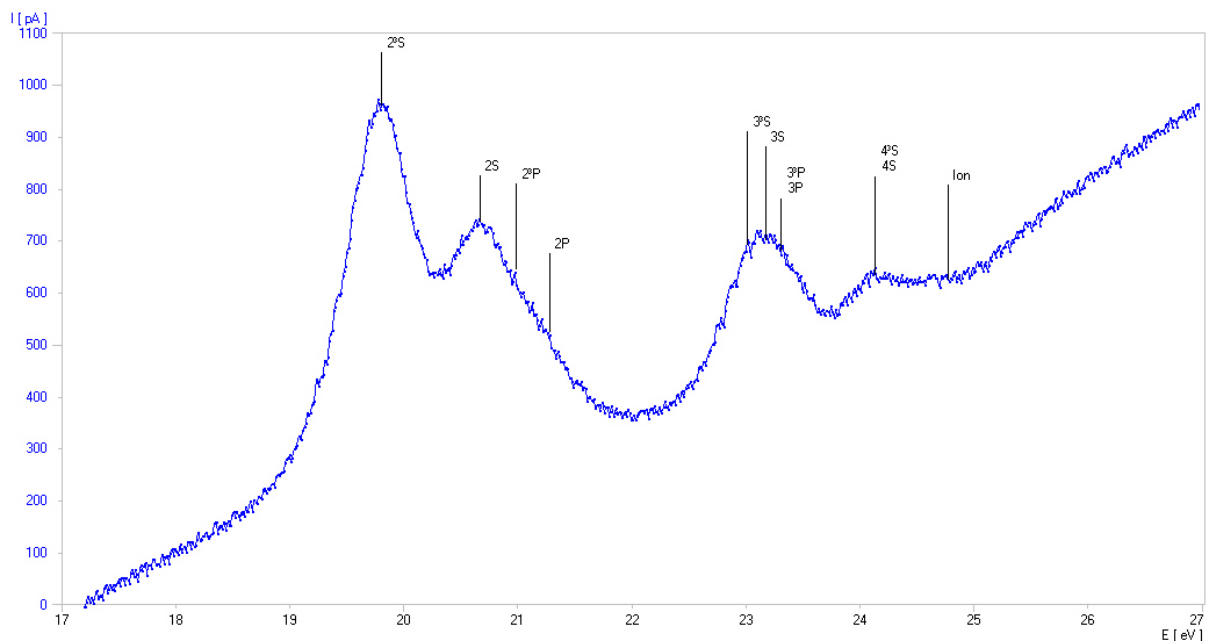

Fig. 3: Détermination des potentiels critiques de l'atome d'hélium (courbe de mesure enregistrée avec le 3B NET/log™)
- Établissez le diagramme où la valeur  $E$  est attribuée à l'axe X et la valeur  $I$  à l'axe Y. (voir Fig. 3).